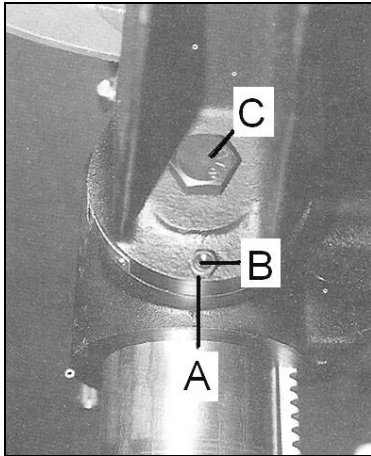

Fig 12
Entfernen Sie zuerst den Indexierbolzen (B, Fig. 12) durch drehen der Mutter (A) im Uhrzeigersinn.